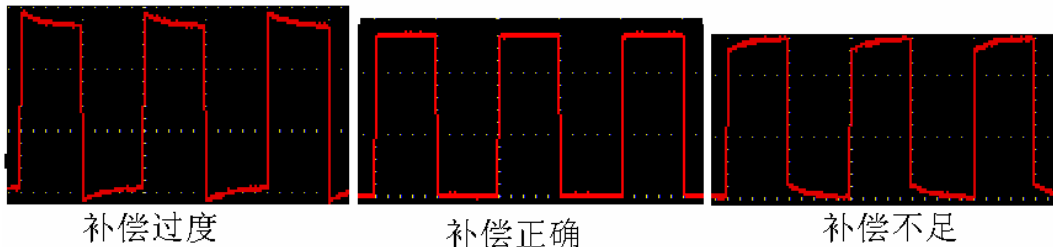

图 4-5: 探头补偿显示波形
- 2、 检查所显示的波形，调节探头，直到补偿正确。见图 4-5，4-6。